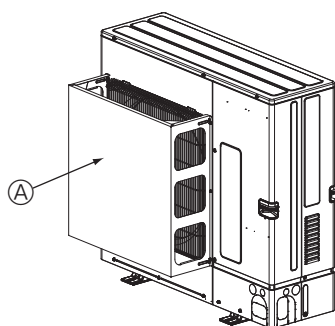

Fig. 2-5
- ② Установите дополнительную направляющую потока воздуха, если прибор устанавливается в местности, где наблюдаются ураганы с сильным ветром, который может дуть непосредственно в воздуховыпускное отверстие. (Fig. 2-5)